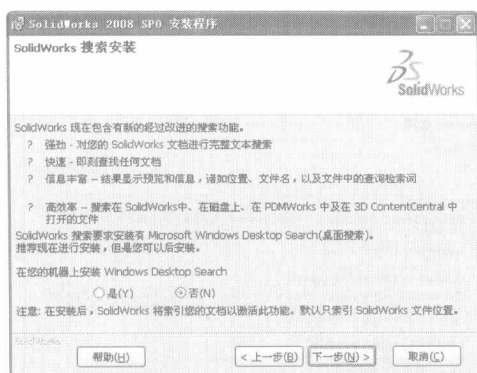

图 1-5 【SolidWorks 搜索安装】对话框
(5) 在 **【SolidWorks 序列号】** 文本框中输入注册码, 然后单击 **下一步(N) >** 按钮, 进入 **【SolidWorks 搜索安装】** 对话框, 如图 1-5 所示。